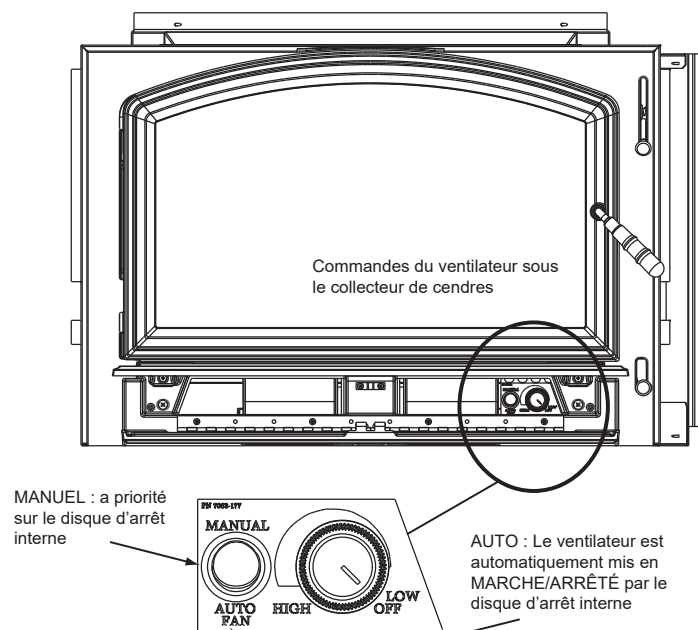

Figure 17.1
1. Le ventilateur refoulant s'enclenche et s'arrête automatiquement lorsqu'il est réglé sur la position automatique (**Figure 17.1**).